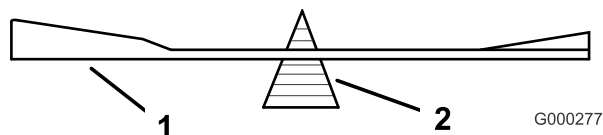
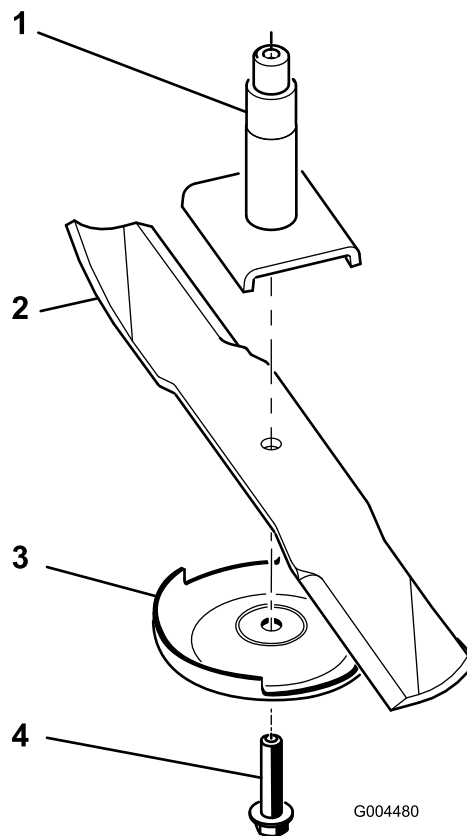

Рисунок 68
Рисунок 69
2. Снимите болт ножа, защитную пластину и нож со шпинделя (Рисунок 69).
2. Проверьте балансировку ножа с помощью балансировочного устройства для ножей (Рисунок 68). Если нож остается в горизонтальном положении, значит нож сбалансирован и его можно использовать. Если нож не сбалансирован, удалите некоторое количество металла только с конца области крыла (Рисунок 69). Повторяйте эту процедуру до тех пор, пока нож не будет сбалансирован.
1. Установите нож на шпindel (Рисунок 69).
2. Установите защитную пластину и болт ножа (Рисунок 69).